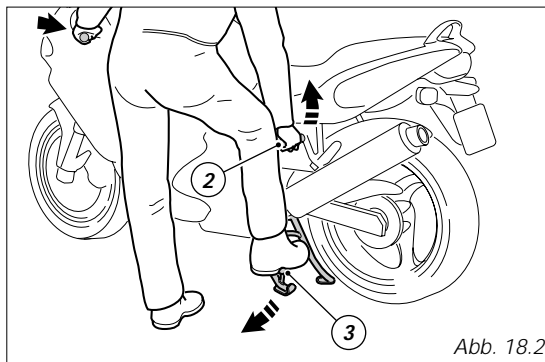

Abb. 18.2
Mit der linken Hand den linken Griff und mit der anderen Hand den Aufbockgriff (2, Abb. 18.2) umfassen. Mit dem rechten Fuß so lange auf die Abstellfläche (3) des mittleren Bocks drücken, bis er mit dem Boden in Kontakt kommt. Gleichzeitig das Motorrad am Aufbockgriff nach hinten hochziehen. Um den mittleren Motorradbock wieder in seine Ruhestellung zu bringen, reicht es aus, das Motorrad so lange nach vorne zu schieben, bis das Hinterrad wieder auf dem Boden zur Auflage kommt. Dabei müssen beide Lenkerhälften fest umfasst werden. Der Motorbock kehrt automatisch wieder in die Ausgangsposition zurück.